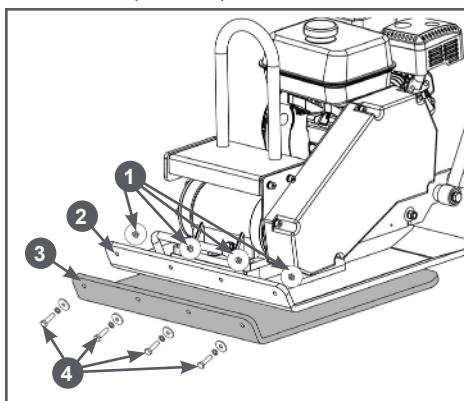

Рис. 18 Установка коврика
5. Совместите отверстия в рабочей плате 2 и коврике 3, вставьте в полученные отверстия болты 4 с плоскими и пружинными шайбами и закрутите гайки 1 (Рис. 18).